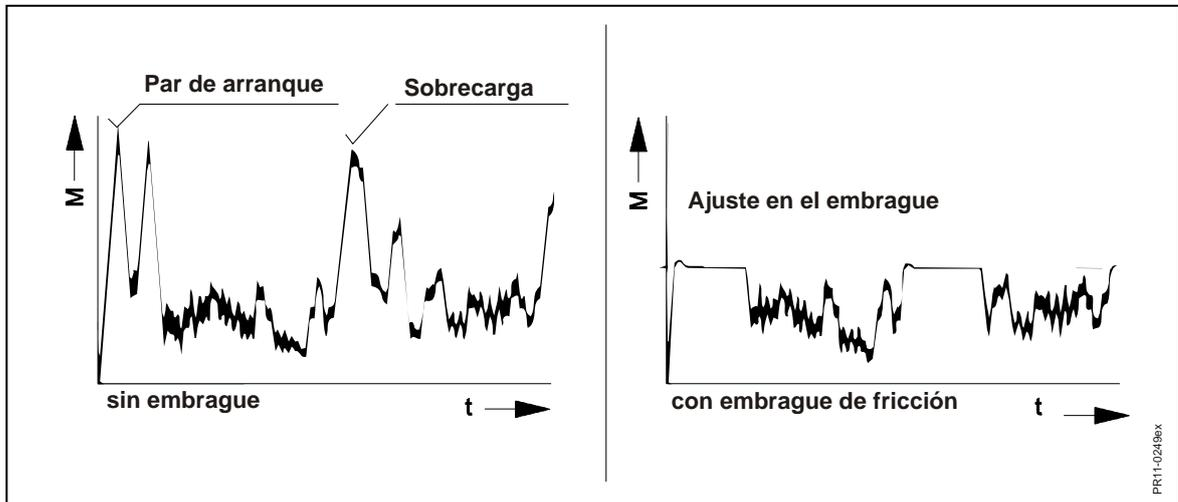

Fig. 6-3
**Fig. 6-3** Para garantizar una larga vida útil del tractor y de la máquina, la máquina cuenta con un embrague de fricción en el eje de transmisión de la TDF desde la caja de cambios de engranajes cónicos hasta la máquina. La figura muestra cómo el embrague protege la transmisión frente a picos elevados de par y, al mismo tiempo, puede transmitir el par mientras se encuentra en funcionamiento (deslizamientos).